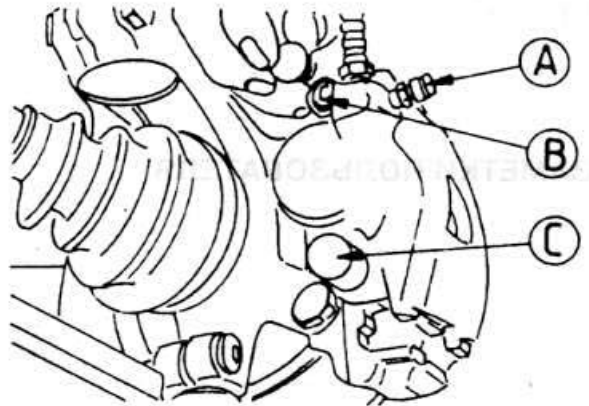

Рис. 6.2
- ◆ Снимите направляющие стержни суппорта (рис. 6.2).